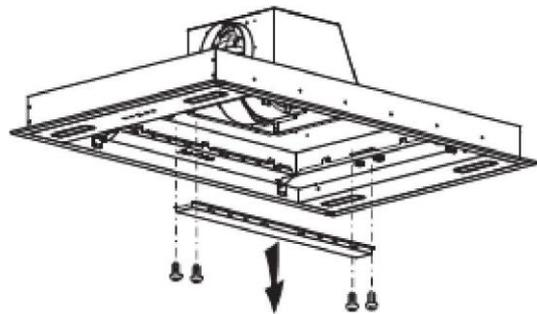

Abb. 7
- b. Siehe Bild 7, schrauben Sie die 4 ST4*8mm Schrauben an der Zierleiste ab und nehmen Sie die Leiste ab.